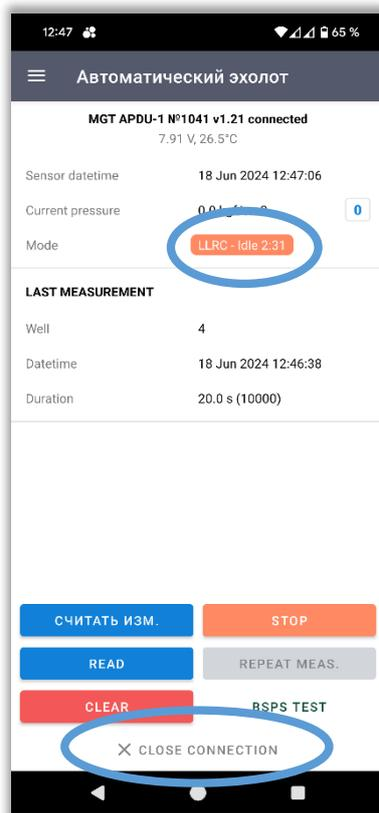

рис.9
16) После настройки датчика и проверки «**BSPS TEST**», убедитесь, что прибор находится в режиме автоматической записи (**LLRC**). (рис.9)
17) Далее нажмите «**CLOSE CONNECTION**».(рис.9)